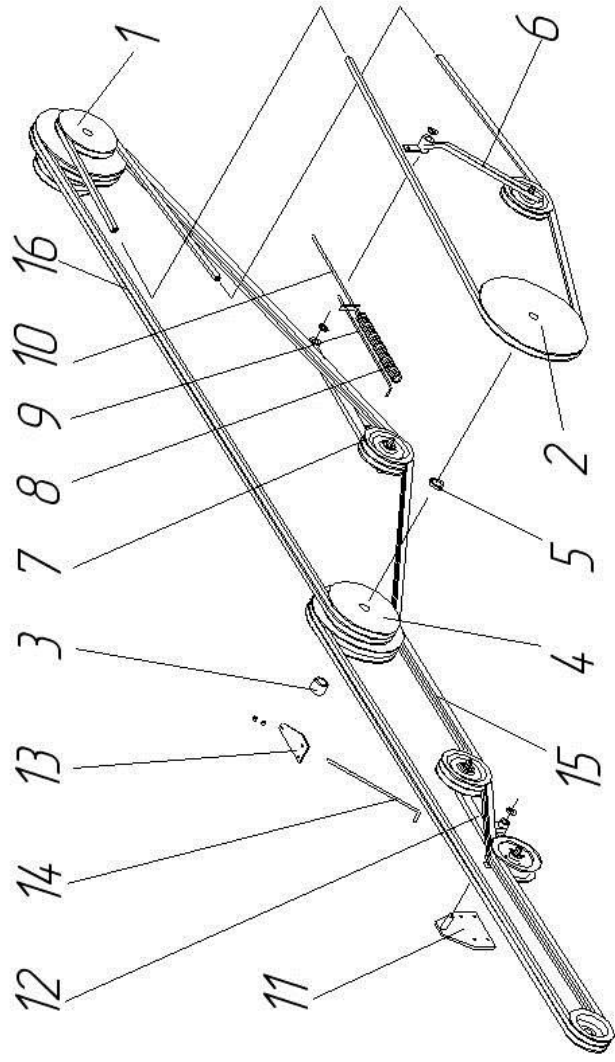
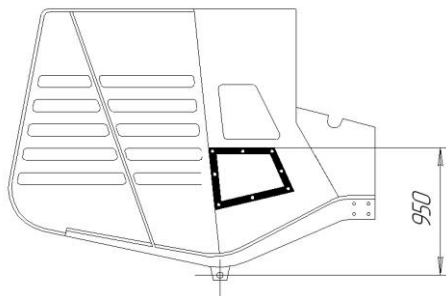
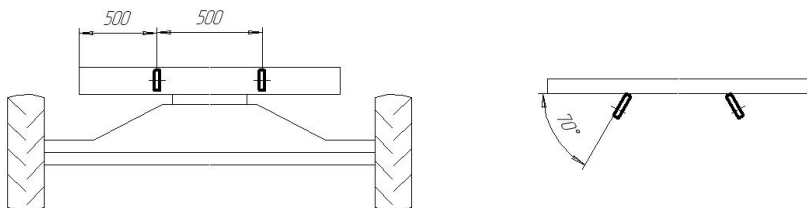
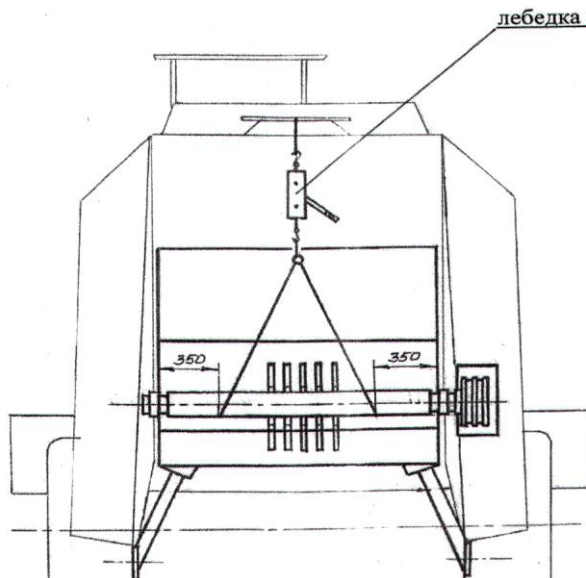

Рисунок 2. Монтаж привода измельчителя.
Рисунок 3. Схема разделки боковины копнителя.
Рисунок 4. Схема приварки кронштейнов (комбайн - вид сзади).
Рисунок 5. Схема строповки измельчителя.
Привод измельчителя осуществляется от приводного шкива с дополнительными ручьями вала отбойного бitera через дополнительный шкив заднего контрпривода двумя парами клиновых ремней (рис.2).
Подготовка измельчителя к работе включает в себя монтаж привода измельчителя (рис. 2), доработку элементов комбайна (рис. 3), (рис. 4) и монтаж измельчителя на комбайн (рис. 1), (рис. 5).
2. Снять с комбайна 4-х ручьевого шкив с вала отбойного битера (рис. 2), взамен которого установить 7– ми ручьевого шкив 1 из комплекта ЗИП.
1. Разделать окно в боковине копнителя, под приводные ремни измельчителя по прилагаемой рамке (рис. 3) (разметить по внутренней кромке) наложить рамку на разделанное окно, разметить и просверлить крепежные отверстия. Закрепить рамку болтами М6.
3. Приварить кронштейны на несущую заднюю балку комбайна по схеме (рис. 4).
6. Закрепить лебедку на раме копнителя над измельчителем при помощи металлического прута диаметром не менее 20 мм (рис. 5).
16. Надеть приводные ремни и отрегулировать их натяжение натяжными устройствами 6,7 и 12 (рис. 2).